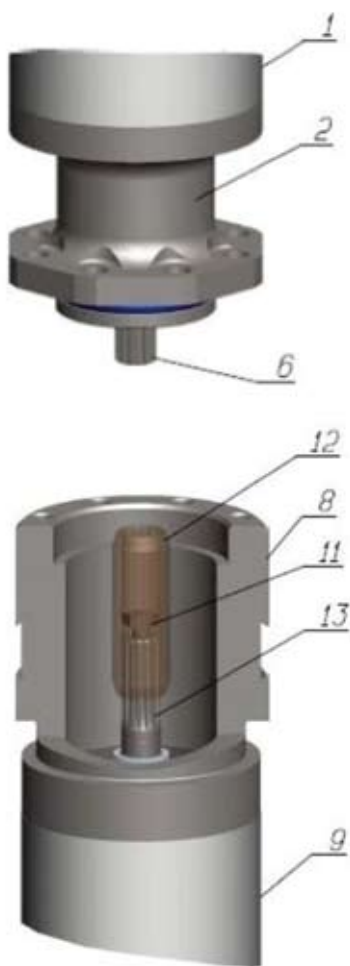

Рис. 4. Фиксация регулировочного болта
- монтажное устройство 3 снимают с головки 8 входного модуля 9 (газосепаратора) и устанавливают шлицевую муфту 12 (рис. 4) на вал 13. При этом выступы на головке регулировочного болта 11 входят в пазы шлицев муфты 12, и регулировочный болт 11 фиксируется от отворачивания;